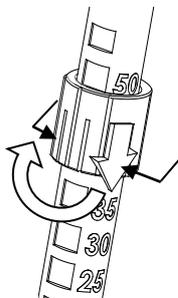
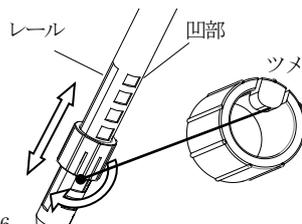

図5
図6
- ①可動リングの矢印マーク及び反対側を把持し、可動リングを回転させて、オブチュレーター本体側面のレールに可動リングのツメを落とす。（図5、図6）
- ②カテーテル有効長に合わせて、可動リングを移動させる。
- ③可動リングを逆回転させて、オブチュレーター本体凹部にツメを戻す。